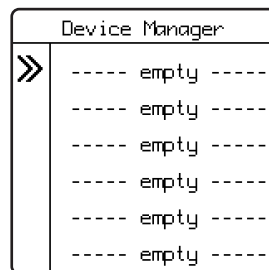

Fig. 1
5. Använd pilknapparna för att välja en tom plats (---- empty ----) i listan (fig. 1).